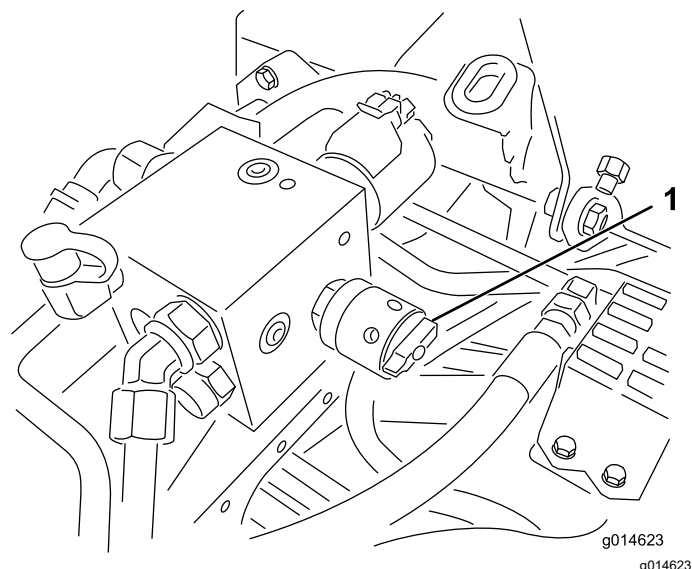

Figura 58
6. Rode o controlo da velocidade dos cilindros para a posição 1 (Figura 58).
4. Ajuste a velocidade dos cilindros, rodando o manípulo (Figura 58) até que as setas indicadoras fiquem alinhadas com o número que determinou no passo 3.